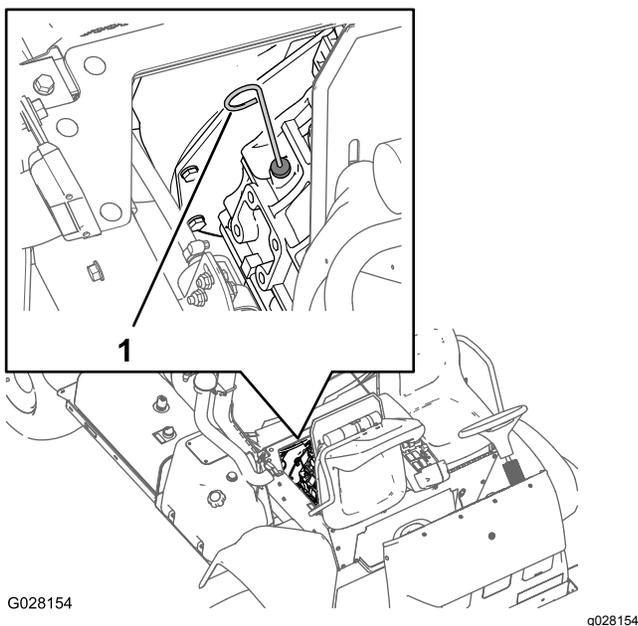

Figure 53
6. Sortez la jauge et vérifiez le niveau d'huile dans le carter moteur (Figure 53).
7. Versez avec précaution la quantité d'huile spécifiée requise pour faire monter le jusu'au repère maximum sur la jauge (Figure 53).